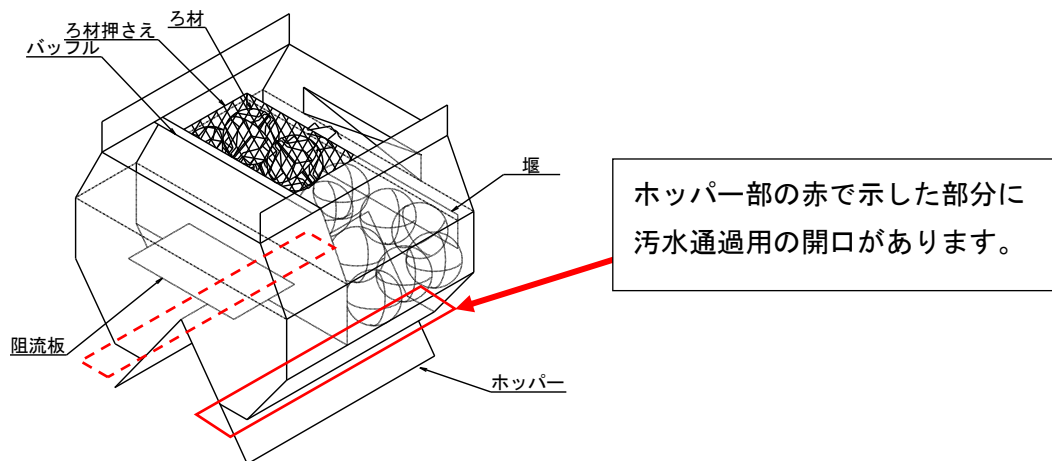
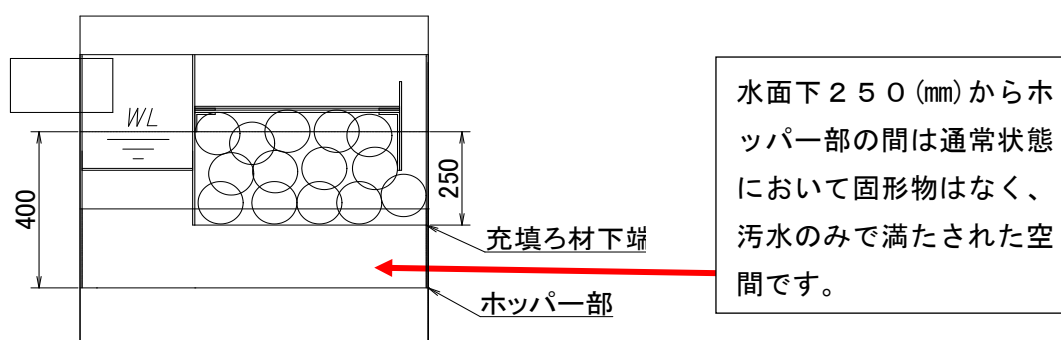

図 3-5 固液分離部概略図
図3-7 固液分離部断面図
①棒状のもので水面下ろ材下ホッパー部（水面下400mm以下）をまんべんなく軽く突いて夾雑物の有無を確認してください。（図3-5～図3-7参照）